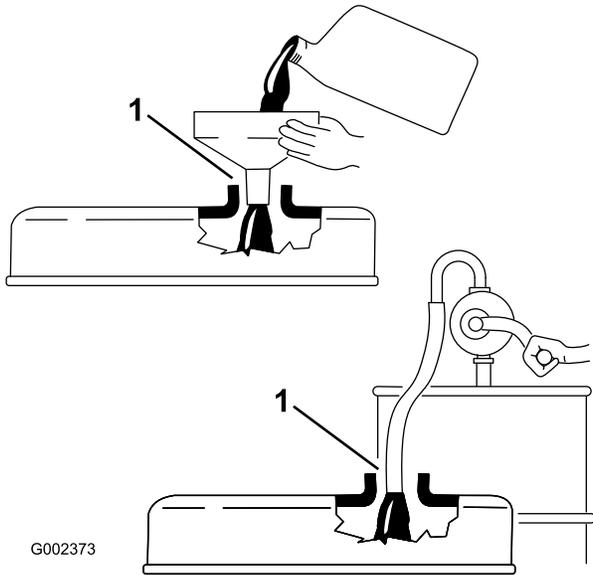

Figure 24
**Important:** Lorsque vous faites l'appoint ou le plein d'huile moteur, maintenez un espace entre le dispositif de remplissage et le trou de remplissage d'huile dans le couvre-culasse, comme illustré (voir Figure 24). Cet espace est nécessaire pour assurer l'aération pendant le remplissage et empêcher l'huile de déborder dans le reniflard.